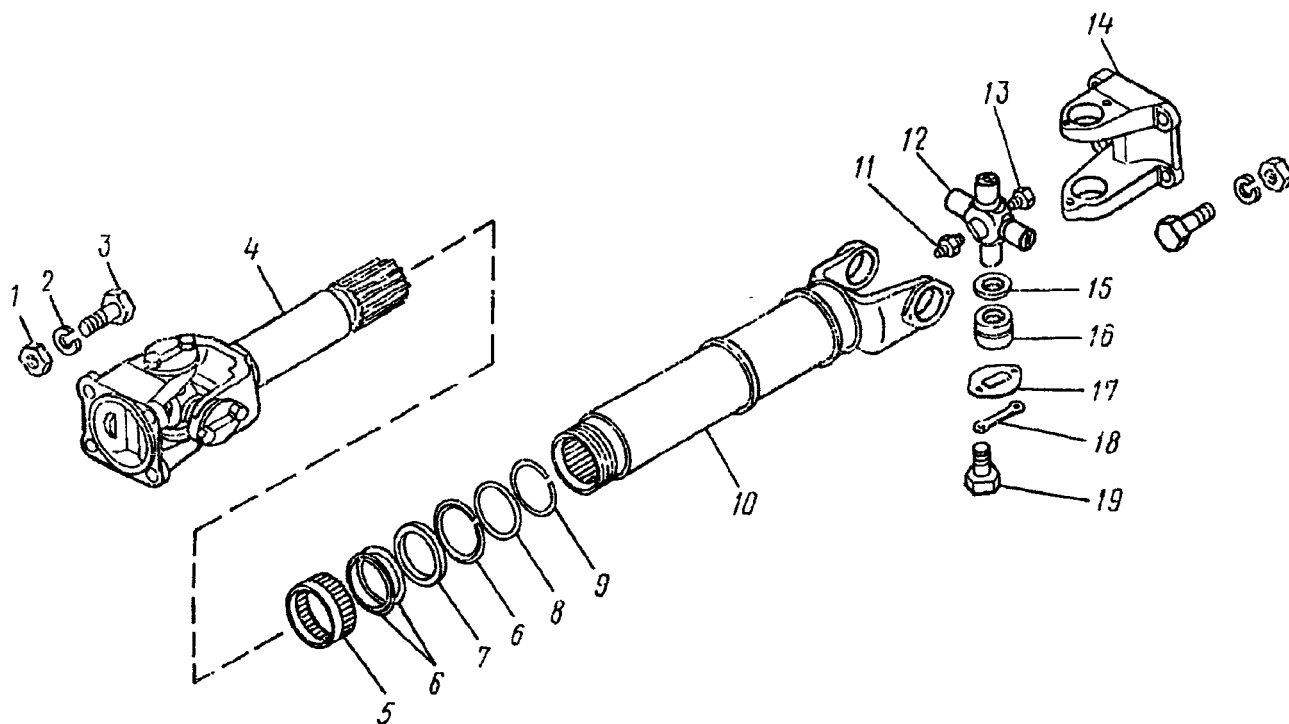
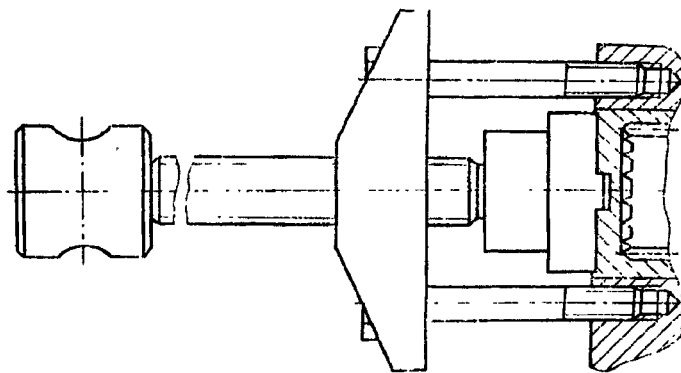

Рис. 195. Вал карданный заднего моста:
Рис. 196. Снятие съемником игольчатых подшипников
<p>1. Установите карданный вал на верстак</p> <p>2. Отверните гайку 5 (рис. 195) крепления сальника шлицевой втулки, выньте скользящую вилку 4.</p>	<p>Верстак, тиски</p> <p>Трубный ключ</p>
<p>5. Наметьте взаимное положение вала 10 и фланца 14</p> <p>6. Выпрессуйте съемником (рис. 196) игольчатые подшипники из фланца вала 10 (см. рис. 195), затем из фланца 14, снимите крестовину 12</p> <p>7. Снимите с крестовины торцовые уплотнения 15</p> <p>8. Выверните масленку 11 со штуцером</p> <p>9. Выполните переходы 4—8 для шарнира скользящей вилки 4</p> <p>10. Промойте детали в керосине, продуйте сжатым воздухом и проверьте их техническое состояние.</p>	<p>Молоток, зубило</p> <p>Съемник</p> <p>—</p> <p>Ключ 12 мм</p> <p>—</p> <p>Моечная ванна, волосяная щетка, шланг</p>
12. Вверните масленку 11 (см. рис. 195) со штуцером в крестовину 12
14. Запрессуйте игольчатые подшипники 16 (см. рис. 195) съёмником